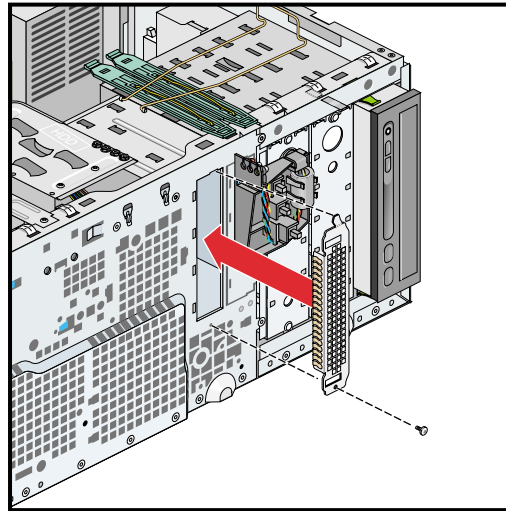

Abbildung 4-19 Anbringen der Abdeckung des Laufwerk-Einbaurahmens
7. Wenn Sie den Laufwerk-Einbaurahmen leer lassen, bringen Sie die Abdeckung des Laufwerk-Einbaurahmens an der Vorderseite des Gehäuses an. Siehe Abbildung 4-19.